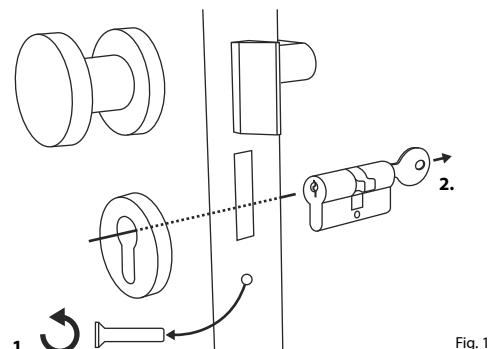

Fig. 1
- ①** Retirez le cylindre de serrure existant en desserrant la vis de fixation dans la porte et en retirant le cylindre à l'aide de la clé insérée (Fig. 1).